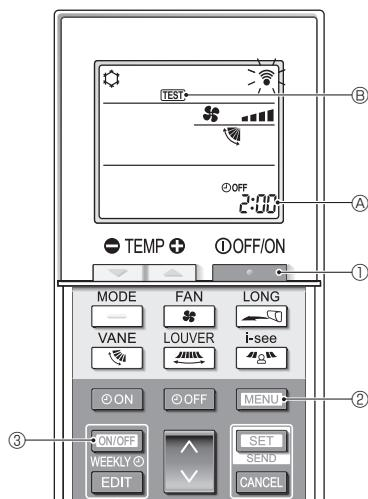

Fig. 7-5
7.2.2. Med trådlös fjärrkontroll (Fig. 7-5)
- Tryck på knappen ① för att stänga av luftkonditioneringen.
- Om veckotimern är aktiverad (lyser), tryck på knappen ③ för att inaktivera den (släcks).
- Tryck på knappen ② i 5 sekunder.
- Tryck på knappen ②.